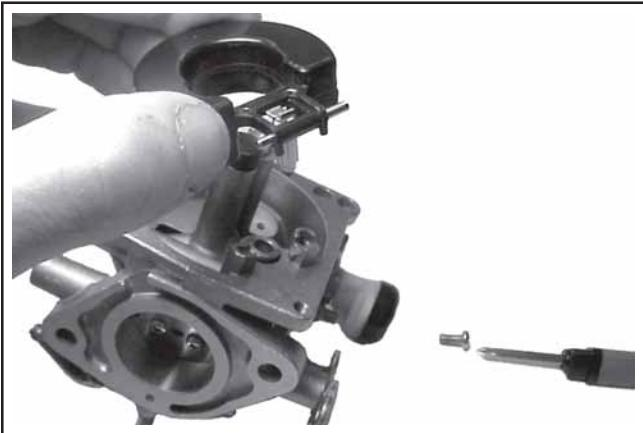

Figura 5-15. Rimozione di galleggiante e spillo di ingresso.
2. Rimuovere la vite del perno del galleggiante ed estrarre il vecchio galleggiante, il perno e lo spillo di ingresso. Vedere Figura 5-15. Gettare tutti i componenti. La sede dello spillo di ingresso non può essere riparata e non deve essere smontata.